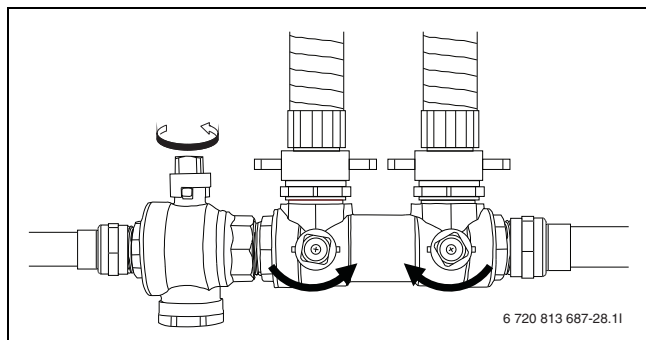

Bild 18 Påfyllnadssatser i normalläge
- Vrid ventilerna på påfyllnadssatsen till normalläge (→ Bild 18) och stäng av pumpen på påfyllnadsstationen.